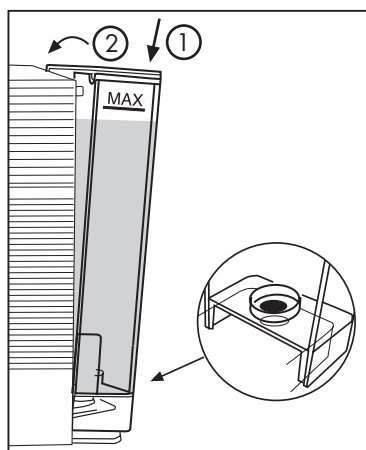

Fig. 3
- Inserte el depósito inclinándolo ligeramente y apoyándolo en la válvula del agua. Presione la parte superior en la máquina hasta que haga clic. **(Fig.3)**